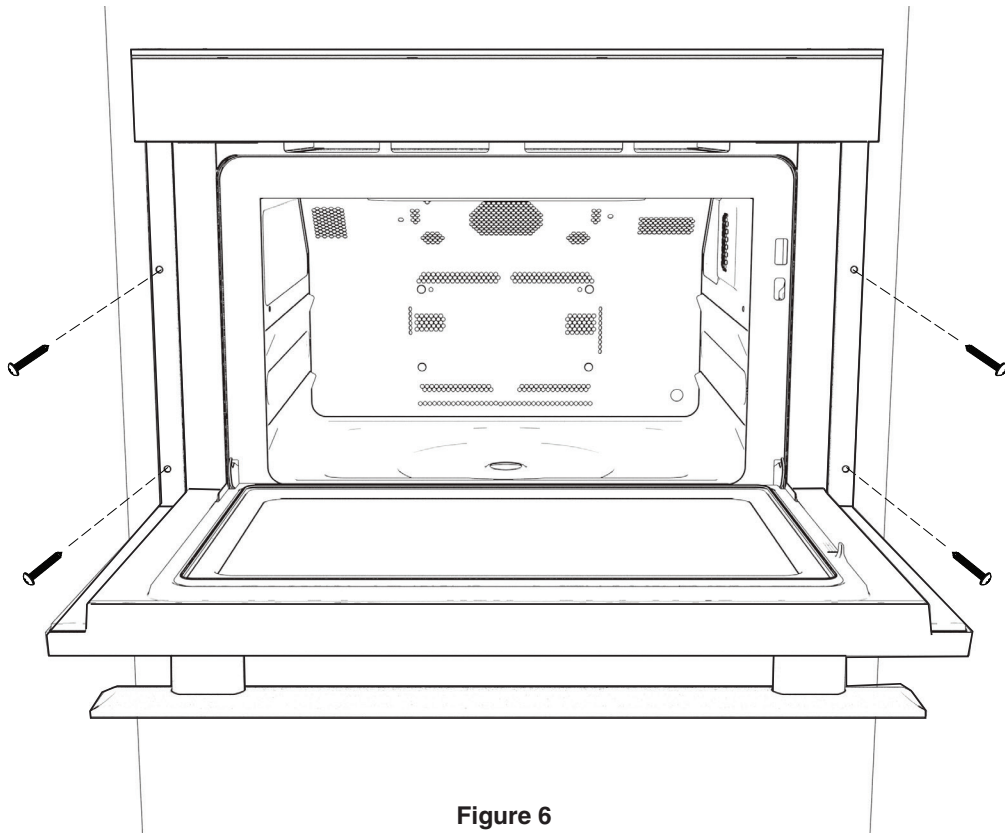

Figure 6
3. Slide the oven all the way until the mounting flange is flush with the face of the cabinet. See Figure 6.
4. Open the door. Using the 4 holes on the oven as a template, pre-drill the cabinet using a 1/16" bit. See Figure 6.
5. Secure the SuperSteam+ Oven with the 4 screws supplied. See Figure 6.
3. Faire glisser le four jusqu'à ce que la bride de montage soit à égalité avec la façade de l'armoire. Voir la Figure 6.
4. Ouvrir la porte. En utilisant les 4 trous sur le four comme gabarit, pré-percer l'armoire avec une mèche de 1/16 po. Voir la Figure 6.
5. Fixer le four SuperSteam+ à l'aide des 4 vis fournies. Voir la Figure 6.